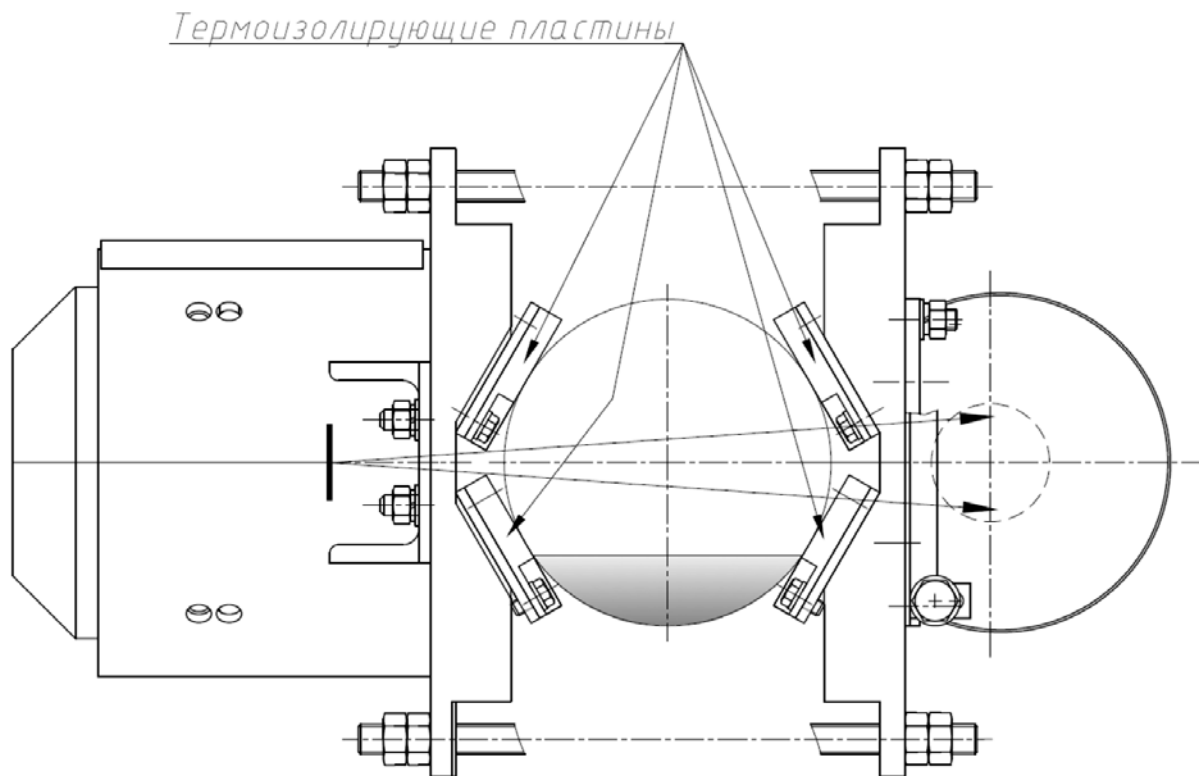

Рис.2.2.8. Защита блока детектирования от перегрева с помощью установки термоизолирующих пластин на прижимы.
2.2.8.5 Если поверхность рабочего трубопровода имеет температуру больше 70°C, но менее 100°C, то в этом случае необходимо использовать термоизолирующие пластины, которые поставляются в комплекте устройства крепления, закрепленные на прижимах (рис.2.2.8).